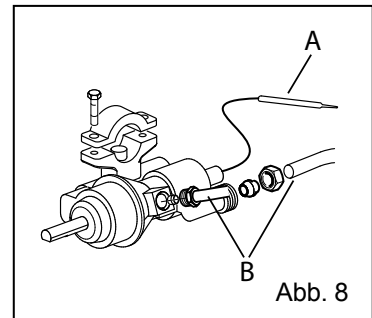

Abb. 8
- Thermostatkuigel von der Halterung abschrauben (Abb. 8/A)
- Anschlüsse für Gaszufuhr und Gasausgang abschrauben (z.B. Abb. 8/ B)